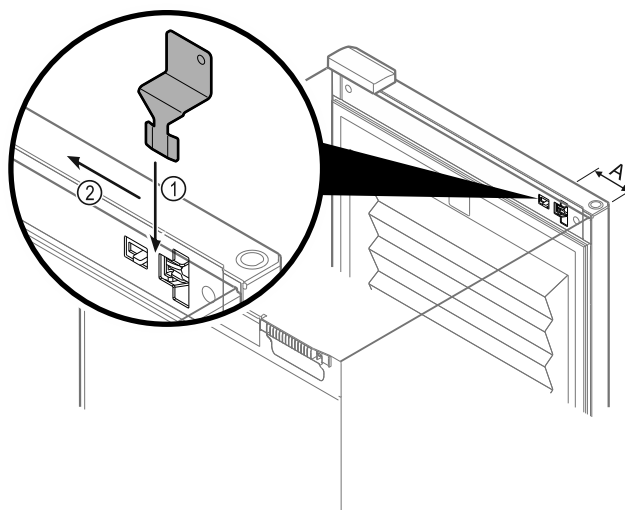

Fig. 150
- Poziciononi çelësin e zhblllokimit të emergjencës në pozicionin e parashikuar Fig. 150 (A) ≈ 100 mm.
- Futni nga lart çelësin e zhblllokimit të emergjencës Fig. 150 (1) midis derës dhe trupit të pajisjes sa të shkojë deri në fund.
- Tërhiqni çelësin e zhblllokimit të emergjencës në drejtimin e menteshës. Fig. 150 (2)